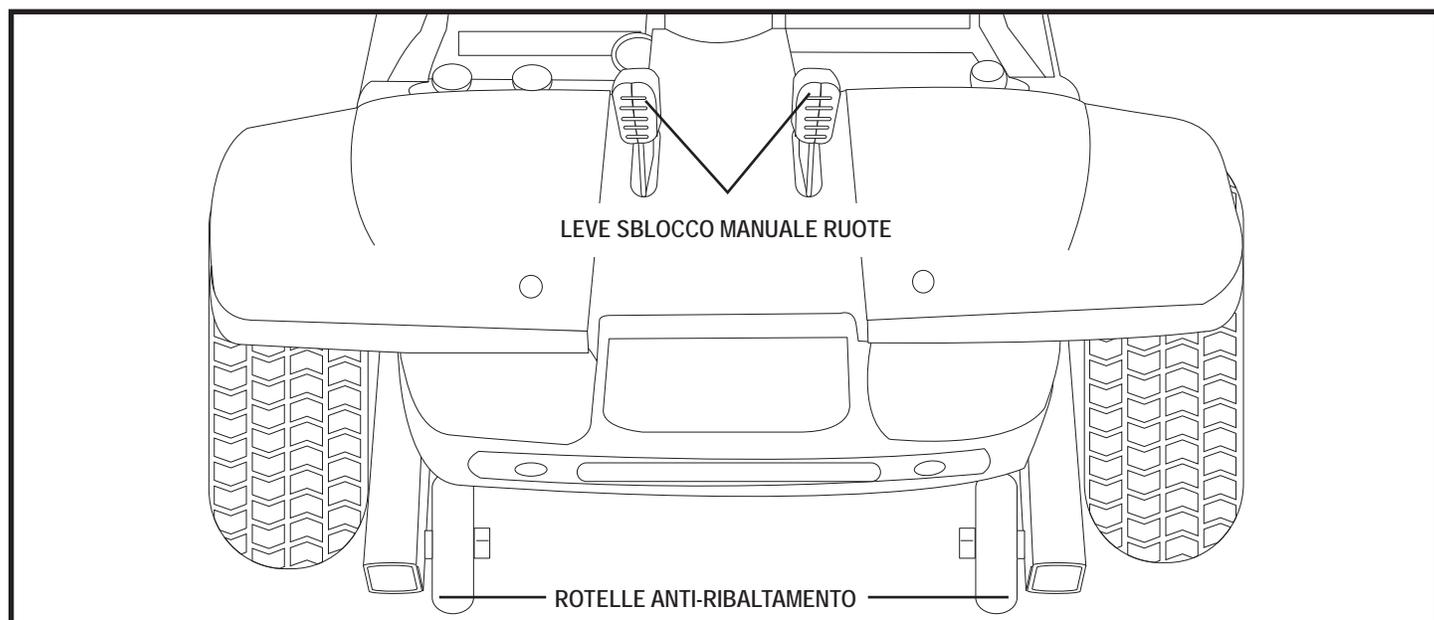

Figura 3. Parte posteriore della base di alimentazione
1. Individuare le leve nella parte posteriore della base di alimentazione. **Vedere figura 3.**
Le rotelle anti-ribaltamento costituiscono un importante elemento di sicurezza integrante dello Go-Chair. Sono fissate sul telaio nella parte posteriore dello Go-Chair. **Vedere figura 3.**